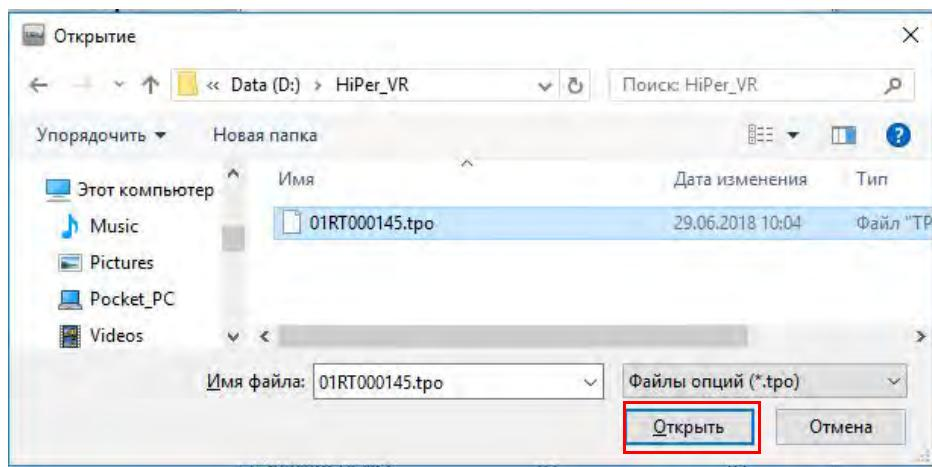

Рисунок 5-7: Загрузка ОАФ
4. Выберите соответствующий файл и кликните **Открыть** (Рисунок 5-7).